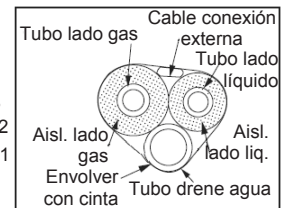

Figura 3
2. Saque la tubería de la caja, envuelva el cableado eléctrico y la tubería con cinta y póngalos en el orificio para tubería (como en la Figura 3).